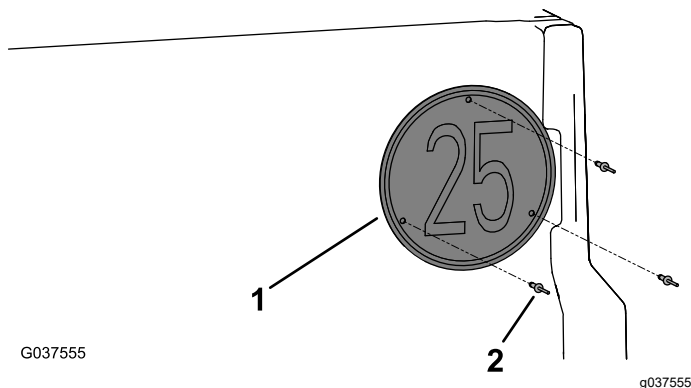

図 18
4. テールゲートに速度表示板を取り付けるポップリベット 3/16 x 15/16" 3 本で図 18 のように取り付ける。